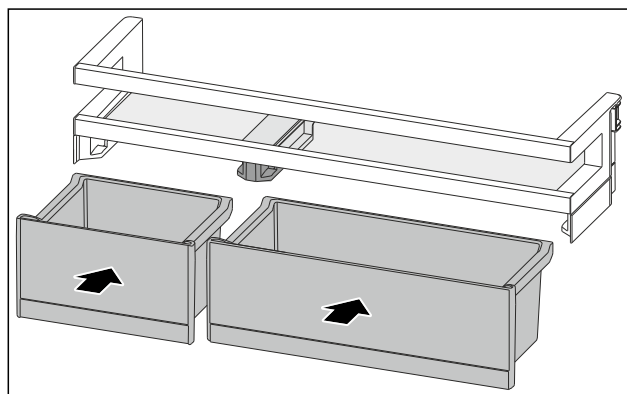

Fig. 155
- ▶ VarioBoxy vložte v opačném pořadí. (viz Fig. 155)